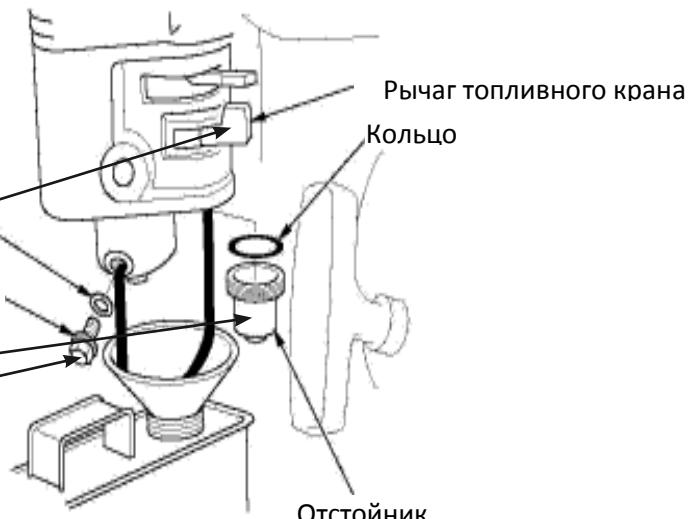

Рис.11
### **ОЧИСТКА ФИЛЬТРА-ОТСТОЙНИКА КАРБЮРАТОРА (Рис.11)**
1. Установите топливный рычаг в положение Off (закрыто) Рис.11